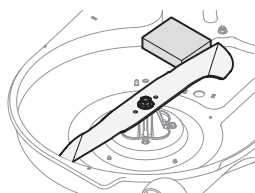

Figure 30
- Placez un morceau de bois entre le boîtier du plateau de coupe et la lame de coupe pour empêcher tout mouvement (Figure 30).
- Retirez l'écrou qui fixe la lame à la fusée (Figure 30).